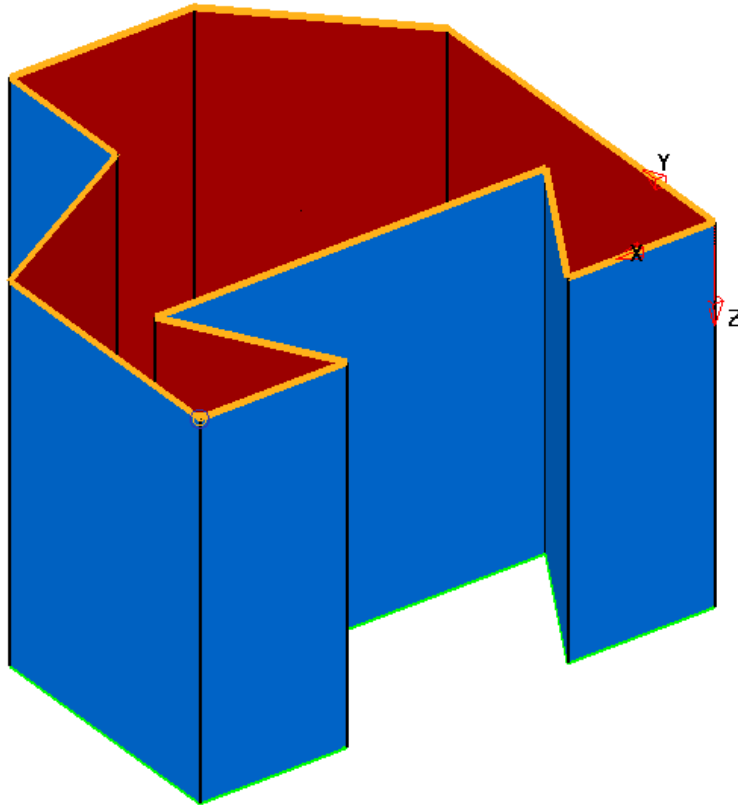

Figura 2.69 Curvas compuestas creadas en ambos extremos.
- Seleccionar Salir . Se han creado las curvas compuestas (Figura 2.69).